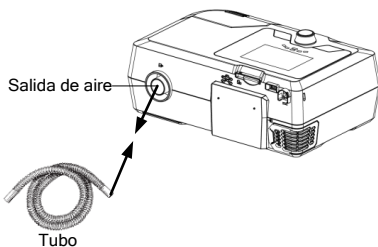

Fig. 11-6
(1) Conectar un extremo del tubo a la salida de aire del dispositivo, como se muestra en la Fig. 11-6.